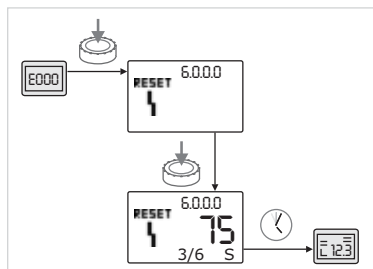

Fig. 47: Confirmar o tipo de avaria B ($X < Y$)
- Se a avaria ocorrer menos vezes que a ocorrência máxima (fig. 47):